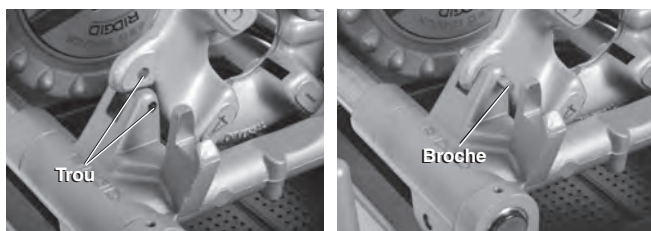

Figure 24 – Retenue de la tête de filière à gauche
1. Introduisez une broche de $\frac{5}{16}$ " de diamètre et 2" de long à travers les trous du chariot et de la tête de filière à gauche pour tenir la tête en place (Figure 24).